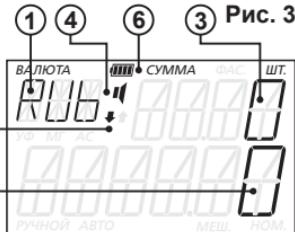

Рис. 3
- Звуковое сопровождение работы детектора включено — **п. 4 Рис. 3**;
- Включен режим выдачи подлинных банкнот «**Назад**» в приемный лоток — **п. 5 Рис. 3**.
При работе от сетевого адаптера производится заряд встроенного аккумулятора. В процессе зарядки происходит последовательное включение сегментов индикатора аккумулятора **п. 6 Рис. 3**.